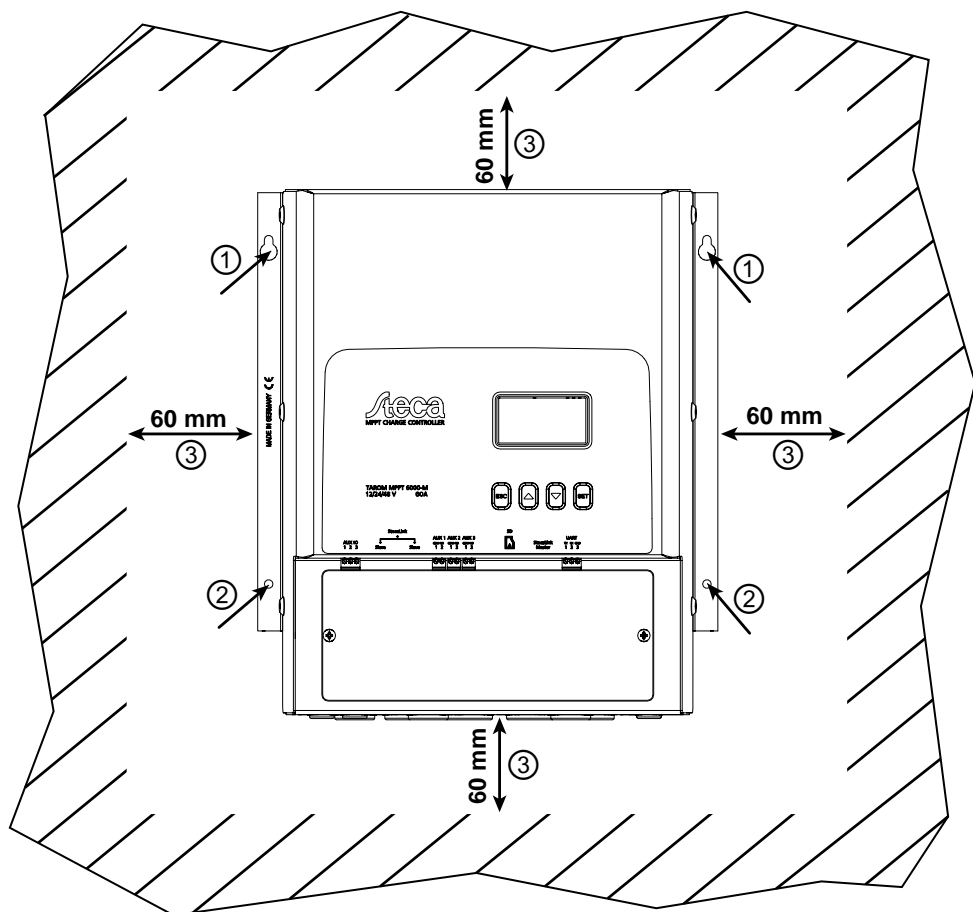

Fig. 5: Ouvertures de fixation ① / ② et espaces libres ③
- La zone autour du régulateur présente de toutes parts un espace libre minimal de 60 mm (③ dans Voir la fig. 5).
- Ne percez pas à travers les ouvertures de fixation ①/② (Voir la fig. 5).
2. ➤ Posez le régulateur en position horizontale sur la surface de montage et dessinez les trous de montage à travers les ouvertures de fixation ①/② dans Voir la fig. 5.